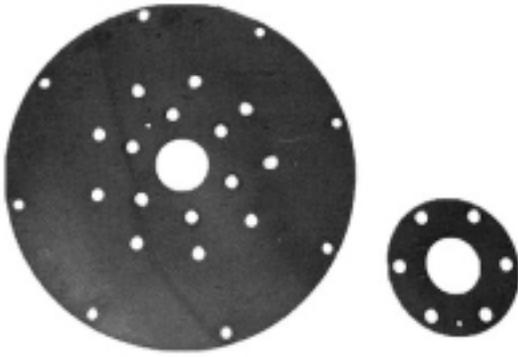

Figure 6-46
1. Contrôler les disques flectors pour les distortions ou les rebords déformés (Figure 6-46). Contrôler les trous de montage en usure. Remplacer les disques défectueux si c'est le cas.